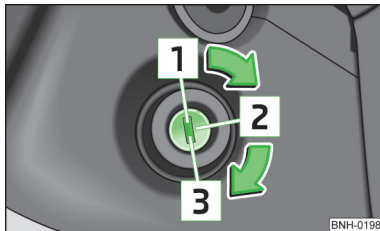

Abb. 98
### Positionen des Fahrzeugschlüssels im Zündschloss » Abb. 98
- Die Zündung einschalten **2** » Abb. 98.
- Den Schlüssel in Stellung **1** » Abb. 98 auf Seite 102 drehen.